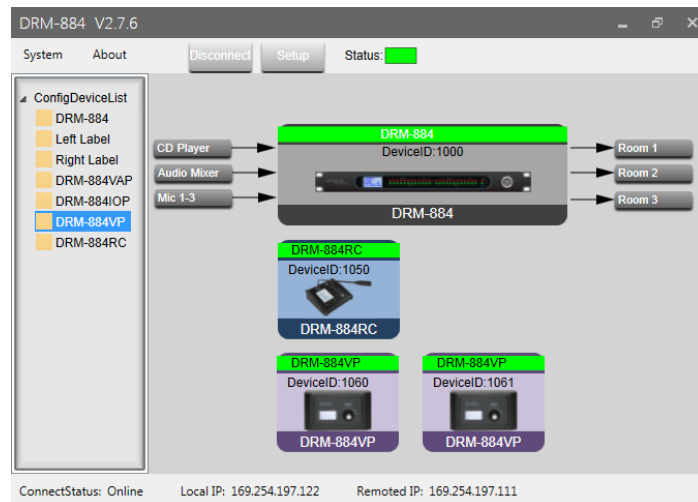

Abb. 15 System Configuration (Daisy Chain Network Mode)
Im „Daisy Chain Network Mode“ kann die Konstellation der verwendeten Geräte abgebildet werden. Dazu die Namen der verwendeten Geräte aus der Liste „Config Device List“ nach rechts auf die Fläche ziehen (Abb. 15). Das Gerät wird nun durch einen Block repräsentiert, der mit der Maus frei platziert werden kann. Der Block enthält den Gerätenamen, die Device-ID, die Bezeichnung des Gerätetyps und eine Abbildung. Der Gerätenamen ist zunächst identisch mit dem Gerätetyp, kann aber individuell geändert werden.
Zum Verbinden des Programms mit den Geräten auf die Schaltfläche „Connect“ klicken. (In Abbildung 15 ist die Verbindung bereits hergestellt, sodass hier „Disconnect“ anstelle von „Connect“ zu sehen ist.) Wenn daraufhin die Meldung „Remote device ip is empty or invalid“ erscheint, muss die Verbindung zunächst gesucht werden. Dazu auf „Setup“ klicken. Es erscheint folgendes Fenster.
- 4) Im Fenster mit der abgebildeten Gerätekonstellation (Abb. 15) auf „Connect“ klicken.
Nach dem Starten des Programms im „Star Network Mode“ oder nach einem Doppelklick auf den Block des DRM-884 in der Abbildung der Gerätekonstellation im „Daisy Chain Mode“ (Abb. 15) werden die Einstellungen eines verbundenen DRM-884 in den Computer geladen und die Ansicht „Input DSP Channel“ angezeigt. Zum Wechsel der Ansicht auf die Schaltflächen oben klicken. Eine Änderung der Einstellungen am Bildschirm wirkt sich direkt auf die Signalverarbeitung des DRM-884 aus.